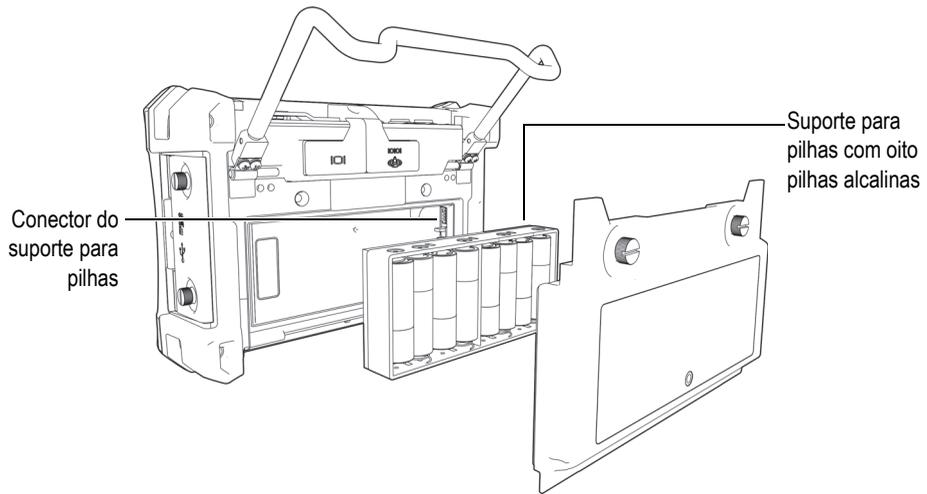

Figura 1-12 Suporte para pilhas alcalinas
6. Posicione o suporte para pilhas alcalinas no compartimento da bateria (ver a Figura 1-12 na página 37).